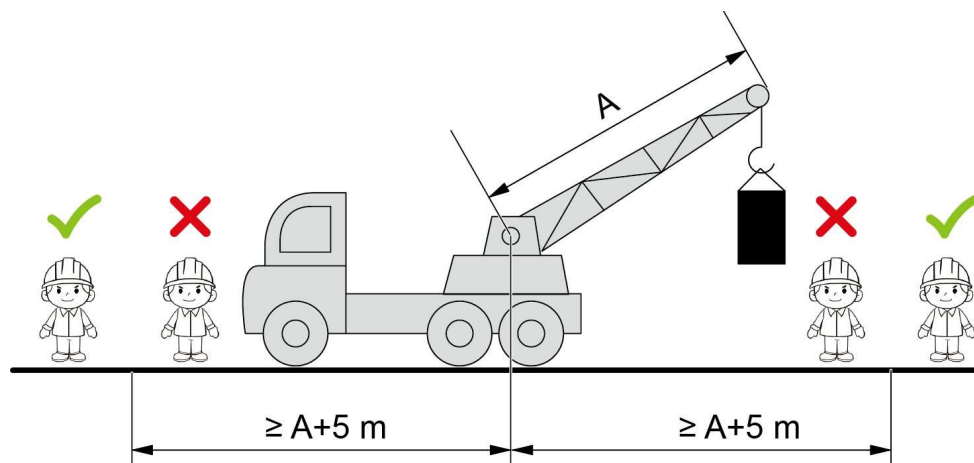

Fig. 3-1 Elevación con grúa
- Queda estrictamente prohibido que el personal no autorizado entre en la zona de exclusión. Tal y como se muestra en la fig. 3-1, el radio debe ser $R \geq A + 5$ m. Queda estrictamente prohibido permanecer de pie o caminar bajo la pluma de la grúa o la carga suspendida.